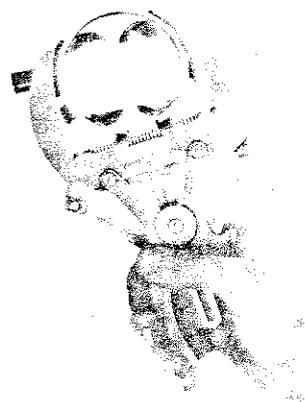

Fig. 59
- 8) Smontare le fasce elastiche dai pistoni possibilmente con una delle apposite pinze per non correre il rischio di romperle (Fig. 59).
- 8) Remove the piston rings from the piston; it is advisable to use one of the special piston rings tool to avoid the risk of breaking the rings (Fig. 59).